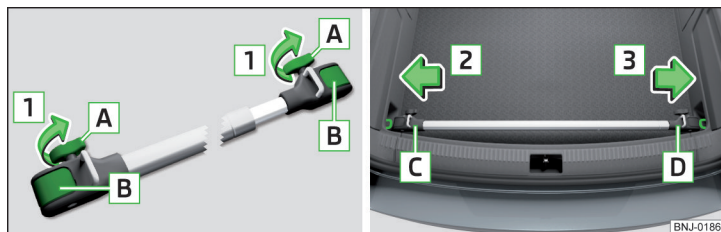

Fig. 110 Montering af tværstiver: Løsning af skruer og frigørelse af holdere / Isætning af tværvange i fastgørelsesøjer
- Løs skruerne A » Fig. 110 i pilens retning 1, og træk dem delvis ud.